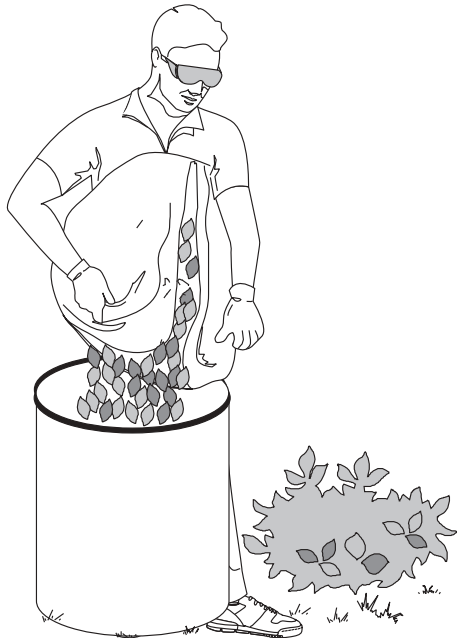

Fig. 9
2. Débranchez l'appareil avant d'enlever le sac. Une fois le sac retiré, secouez-le vigoureusement pour le vider complètement. (Fig. 9)